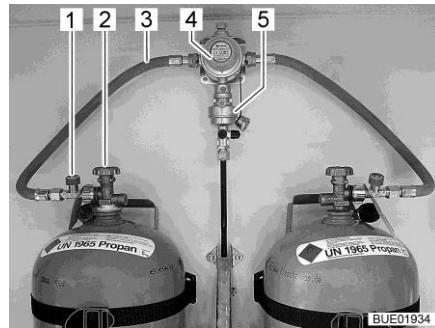
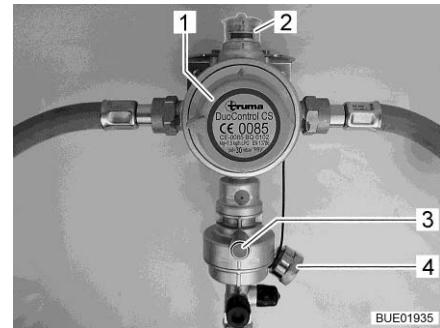
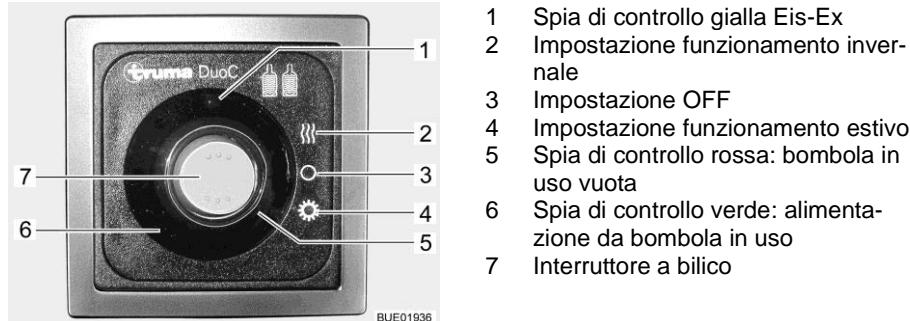

Fig. 81 Bombole del gas con DuoControl
Fig. 82 Impianto di regolazione DuoControl
Fig. 83 Centralina di controllo (DuoControl)
L'impianto di regolazione DuoControl consiste in una valvola di commutazione (Fig. 81,4) e un sensore crash (Fig. 81,5). L'impianto di regolazione DuoControl è installato tra i tubi flessibili del gas (Fig. 81,3) con un dispositivo antirottura del tubo flessibile (Fig. 81,1). Con la manopola (Fig. 82,1) sulla valvola di commutazione è possibile stabilire quale delle bombole del gas viene utilizzata come bombola in uso e quale come bombola di riserva. Nella finestra di controllo (Fig. 82,2) viene visualizzato lo stato del rifornimento di gas:
Il funzionamento con una sola bombola del gas è consentito, ma in questi casi il collegamento aperto deve essere assolutamente chiuso con una copertura cieca (Fig. 82,4).
Il sensore crash blocca l'alimentazione del gas in caso di forti vibrazioni (es. incidente). Il sensore crash viene azionato mediante pressione del tasto reset verde (Fig. 82,3).
Il dispositivo antirottura del tubo flessibile (Fig. 81,1) blocca il flusso di gas quando il tubo flessibile collegato si rompe. Il dispositivo antirottura del tubo flessibile deve essere attivato premendo il tasto verde.
Tramite la centralina di controllo (Fig. 83) è possibile attivare e disattivare l'alimentazione del gas tramite l'impianto di regolazione DuoControl. Le valvole principali di arresto (Fig. 81,2) delle bombole del gas e i rubinetti di arresto del gas degli apparecchi devono essere aperti manualmente.
È possibile passare dal funzionamento estivo a quello invernale tramite l'interruttore a bilico (Fig. 83,7) della centralina di controllo.
Le due spie di controllo sulla centralina di controllo indicano il livello di riempimento della bombola in uso. Quando la spia di controllo verde (Fig. 83,6) è accesa, la bombola in uso è sufficientemente piena. Se è accesa la spia di controllo rossa (Fig. 83,5), la bombola in uso è vuota. Il rifornimento di gas avviene poi tramite la bombola di riserva.
- Con la manopola (Fig. 82,1) sulla valvola di commutazione selezionare la bombola del gas, da cui proviene la principale alimentazione del gas (bombola in uso). Girare la manopola fino all'arresto.
- Aprire le valvole principali di arresto (Fig. 81,2) delle bombole del gas.
- Premere il tasto verde del dispositivo antirottura del tubo flessibile (Fig. 81,1). Nella finestra di controllo (Fig. 82,2) viene visualizzato il simbolo verde.
- Sulla centralina di controllo (Fig. 83) attivare l'impianto di regolazione DuoControl. Posizionare l'interruttore a bilico (Fig. 83,7) su funzionamento invernale (Fig. 83,2) oppure su funzionamento estivo (Fig. 83,4). La spia di controllo gialla Eis-Ex (Fig. 83,1) si accende quando si seleziona il funzionamento invernale.
- Portare l'interruttore a bilico (Fig. 83,7) nella posizione OFF (Fig. 83,3). Le spie di controllo si spengono.
- Chiudere le valvole principali di arresto (Fig. 81,2) delle bombole del gas.
Se la spia di controllo verde (Fig. 83,6) si spegne durante il funzionamento e la spia di controllo rossa (Fig. 83,5) si accende, significa che la bombola in uso è vuota e deve essere sostituita. Nella finestra di controllo (Fig. 82,2) viene visualizzato il simbolo rosso. La bombola di riserva continua ad alimentare le utenze a gas.
- Ruotare di mezzo giro la manopola (Fig. 82,1) in direzione della bombola del gas utilizzata. In questo modo questa bombola del gas ora è la bombola in uso, mentre la bombola del gas vuota diventa la bombola di riserva. Il simbolo nella finestra di controllo (Fig. 82,2) passa da rosso a verde.
- Chiudere la valvola principale di arresto (Fig. 81,2) della bombola del gas vuota. Osservare la direzione della freccia.
- Premere il tasto verde del dispositivo antirottura del tubo flessibile (Fig. 81,1).